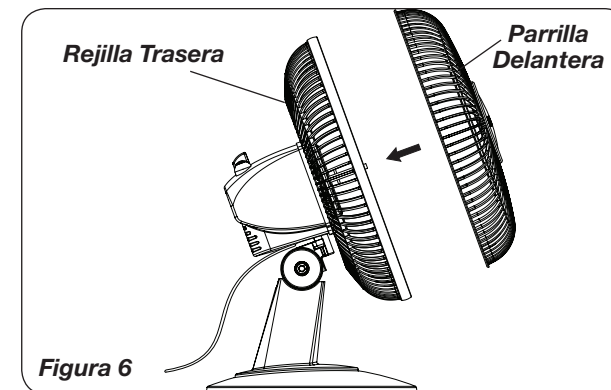

Figura 6
7. Con la Cabeza del Ventilador inclinada hacia atrás y centrada, alinear el Adorno de tal manera que la divisa quede horizontal. Insertar la parte inferior de la Rejilla Delantera dentro de la Rejilla Trasera. La proyección de la parte inferior de la Rejilla Trasera debe quedar entre dos Alambres de la parte delantera. Cerrar apretando la parte delantera contra la parte trasera empezando en la parte superior y continuar cerrando hacia abajo ambos lados. **NO NECESITO EL GANCHOS DE LA REJILLA PARA ENSAMBLE.** (Figura 6)